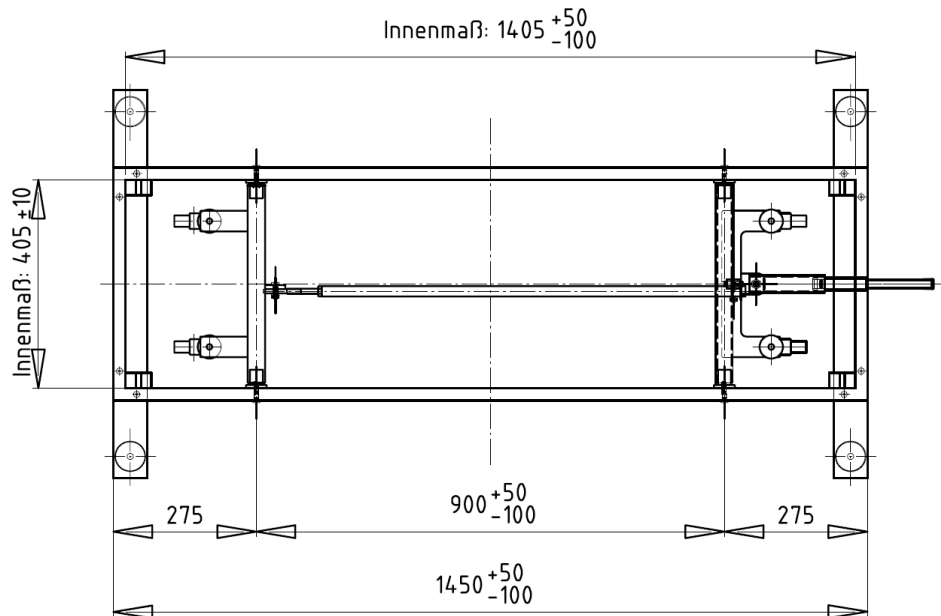

Abb. 2: Erforderliche Sprungkastenabmaße für Schwenkrollen-Einrichtung
**Wichtig:** Die Schwenkrollen-Einrichtung kann nur für die Sprungkastenabmaße in Abb. 2 verwendet werden (die Innenmaße sind relevant).